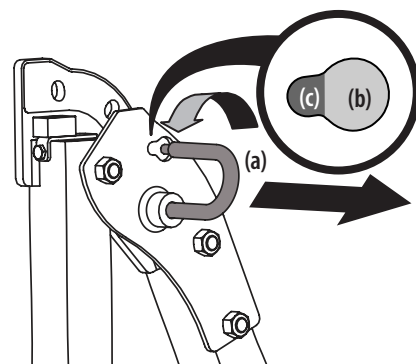

Figure 3-3
1. Pour changer la position de la structure de protection anti-retournement, tirez sur sa partie supérieure pour pouvoir retirer la goupille de verrouillage (a) de la position verrouillée (b). Tournez-la dans la position de réglage (c). Répétez l'opération pour l'autre côté. Voir Figure 3-3.